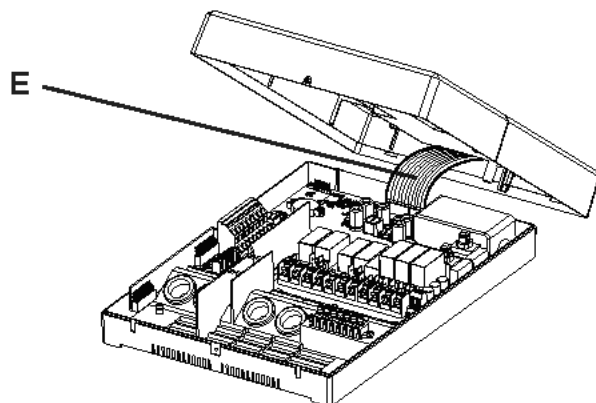

**Fig. 3 Débranchage du câble-ruban**
3. Tirez avec précaution le câble ruban **E** pour le défaire de la prise de raccordement (**Fig. 3**).